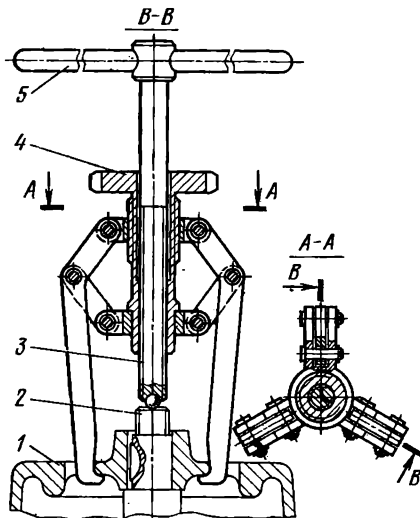

Рис. 79. Съемник рабочего колеса вен-
**Вентилятор системы охлаждения** проверяют после снятия рабочего колеса вентилятора (рис. 79). После разборки и мойки проверяют состояние колеса и направляющего аппарата. Лопастные наконечники рабочего колеса зачищают. Во избежание задевания рабочего колеса о направляющий аппарат зазор проверяют — он должен быть в пределах 0,400...0,508 мм.